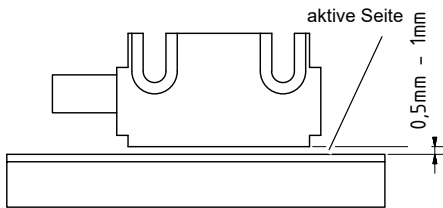
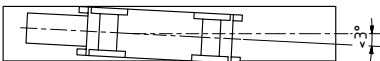

Abb.5-6: Abstand Sensor / Magnetband
Abb.5-8: Ausrichtung des Sensors
(☞ Abb.5-6: bis ☞ Abb.5-8:)
- Die Abstandstoleranz zwischen Sensor und Magnetband wurde nicht über die gesamte Meßstrecke eingehalten, der Sensor streift auf dem Magnetband (☞ Abb.5-6:).
- Der Sensor ist mit der aktiven Seite vom Band abgewandert montiert (☞ Abb.5-8: und ☞ Abb.5-8:).